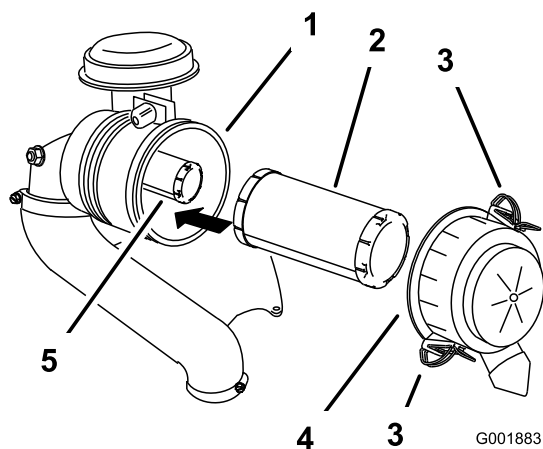

図 30
3. エアクリーナのラッチを外し、ボディーからカバーを抜き出す 図 30。
5. 次フィルタをゆっくり引き抜くようにしてエアクリーナのボディーから外す 図 30。
2. 安全フィルタを交換する場合には、十分に注意しながら、フィルタのボディに挿入する 図 30。
3. 1次フィルタをゆっくり押し込むようにして安全フィルタの上から取り付ける 図 30。
4. 上下方向を確認し、Upと書いてある方を上に向けてエアクリーナカバーを正しく取り付け、ラッチを掛ける 図 30。